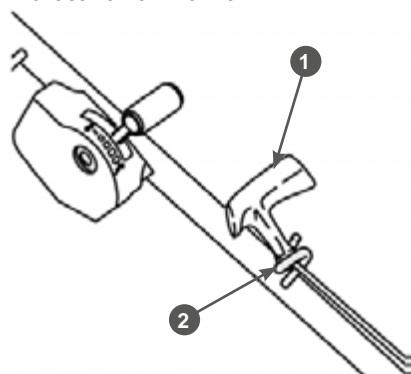

Рис. 10 Крепление ручки стартера на рукоятке
- Закрепите ручку стартера на кронштейне 3 (Рис. 2). Для этого нажмите рычаг 4 остановки двигателя (Рис. 2) и медленно потяните за ручку стартера, чтобы вытянуть шнур из корпуса стартера на требуемую длину. Затем пропустите шнур стартера через витки кронштейна и отпустите ручку стартера. Ручка стартера должна зафиксироваться на кронштейне, как показано на Рис. 10.